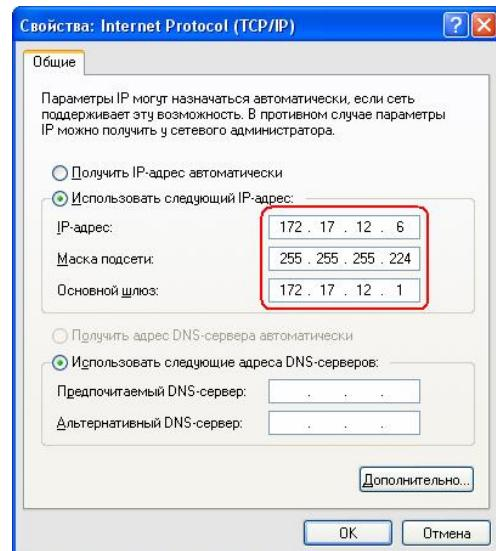

Рисунок 2.36
**настроек подключения** либо нажатием правой кнопки «мыши» по названию сетевого подключения вызвать всплывающее меню, в котором выбрать пункт **Свойства**. При этом открывается окно **Local Area Connection – свойства** (Подключение по локальной сети – свойства), которое приведено на рисунке 2.35. В этом окне необходимо выбрать **Internet Protocol (TCP/IP)** и нажать кнопку **Свойства**. В появившемся окне **Свойства: Internet Protocol (TCP/IP)** (рисунок 2.36) выбрать **Использовать следующий IP-адрес** и задать IP-адрес и маску подсети.